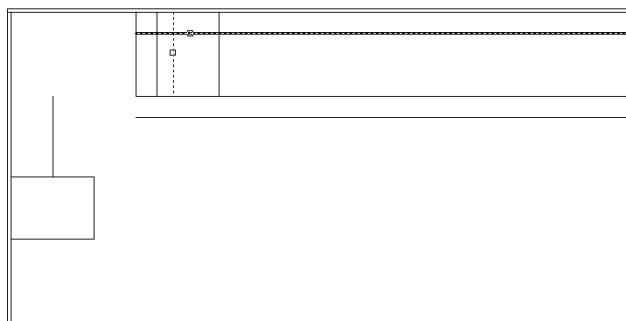

Рис. 4.22 ▼ Сопряжение линий, образующих контур тыльной части тумбы системного блока
3. Сопрягите вертикальную и горизонтальную линии для образования контура тыльной части тумбы системного блока, как показано на рис. 4.22.